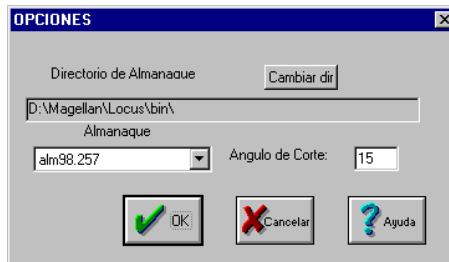

Figura A.3. Cuadro de diálogo Opciones
2. En el cuadro de diálogo **Opciones** (Figura A.3), haga click en el botón **Cambiar Dir** para abrir el cuadro de diálogo **Cambiar Directorio de Almanaque**.